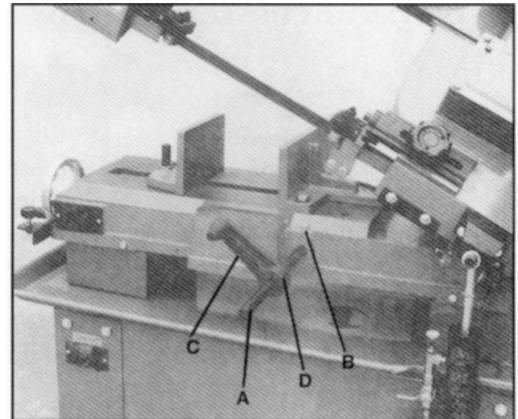

Fig. 1
4. Schuif de stang van de materiaalstopper (A, Fig. 1) in de standaard en draai de bout (B) stevig aan. Schuif de materiaalstopper (C) op de stang en draai de bout (D) aan.